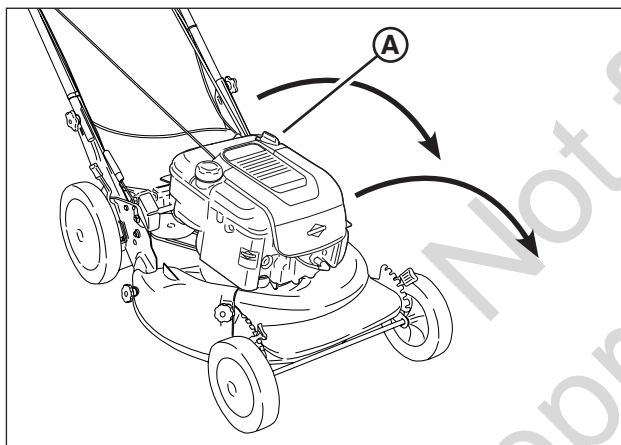

Figure 13: Vidanger l'huile du moteur
2. Retirez la jauge d'essence (**A**, **Figure 13**), puis renversez la tondeuse sur son côté. Laissez l'huile se vidanger en la faisant passer du tube du graisseur dans un récipient approprié. Éliminer l'huile usagée de façon appropriée.